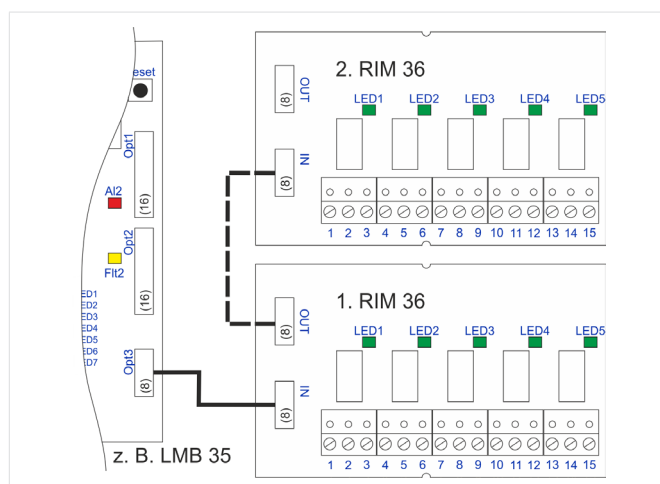

Abb. 4: Kaskadierung von 2 Modulen
- i** Das Modul wird immer am zugehörigen Stecker des Main Board angeschlossen. Falls 2 Module eingebaut werden, erfolgt die elektrische Versorgung des zweiten ab dem ersten Modul (Kaskadierung gem. Abb. 4).